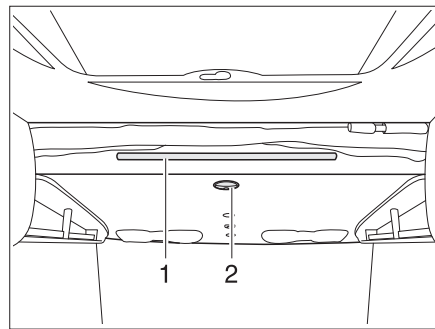

Fig. 93 Cama elevada eléctrica
- Girar el tirador (Fig. 93,2) en la parte inferior de la cama elevada.
- Enganchar la escalera de ascenso en la barra de soporte (Fig. 93,1) de la cama elevada con los dos ganchos.